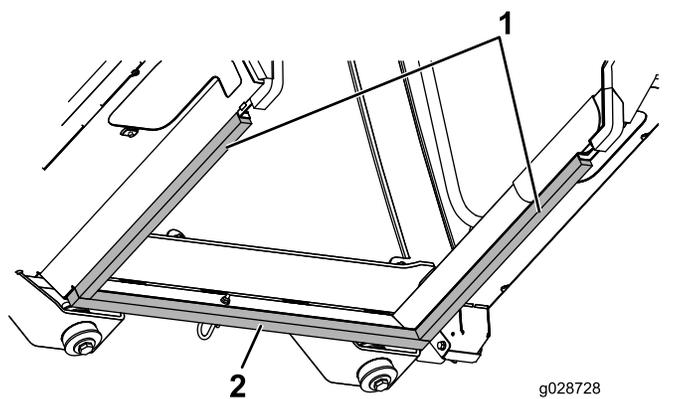

Figura 63
6. Centrate la guarnizione anteriore in schiuma sintetica sul pannello anteriore (Figura 63).
7. Premete il bordo anteriore della guarnizione anteriore laterale in schiuma sintetica e allineate i bordi interni della guarnizione in schiuma sintetica con i bordi interni dei pannelli delle guarnizioni del telaio della cabina (Figura 63).